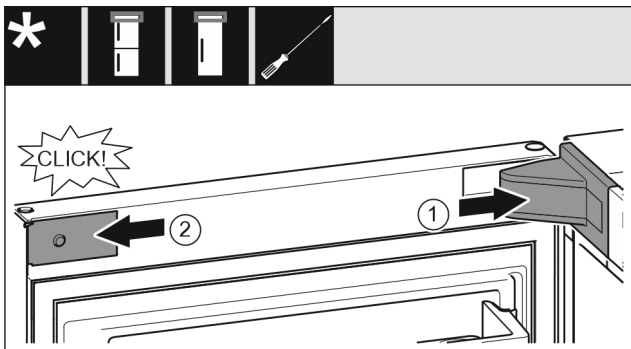

Fig. 22
- ▶ Nasadte a zaklapněte kryt stojanu ložiska Fig. 22 (1), příp. opatrně přitlačte od sebe.
- ▶ Z boku nasadte záslepku Fig. 22 (2) a zaklapněte.